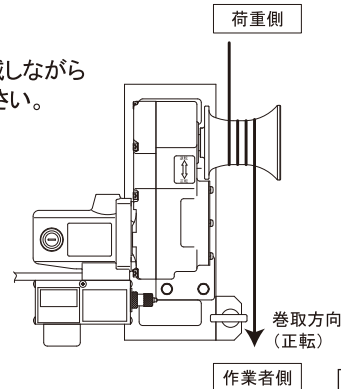

図 2
6. 巻取ドラムにロープ又はワイヤーを巻取ドラムの内側より外側に一列ずつ巻付けます。(図2)